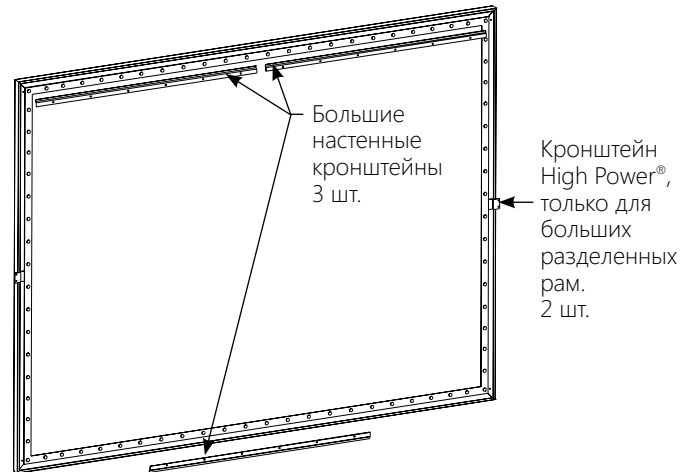

Рисунок 7
3. Некоторые большие экраны (240") изготовлены с двухсекционными боковыми направляющими рамы. Для каждого типа рамы необходимо прикреплять один кронштейн High Power® к каждой стороне на стыке. Используйте черные винты № 10 из комплекта. См. рис. 7.